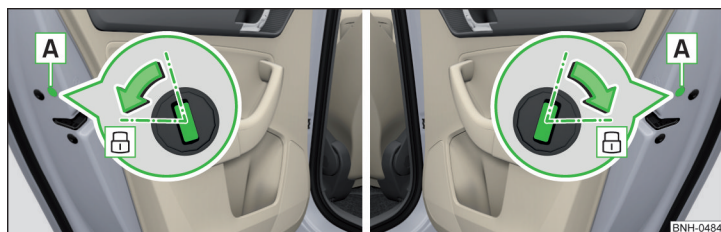

Fig. 257 Încuierea în regim de urgență: portiera spate stânga/dreapta
- › Deschideți respectiva portieră¹⁾ și îndepărtați masca **A** » fig. 257.